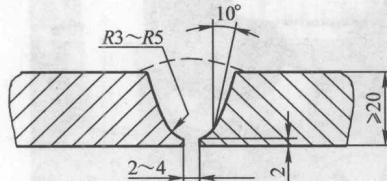

图 1-6 U形坡口
- 2) U 形坡口一般用于厚度大于 20mm 板材和重要的焊接结构，焊接变形小，如图 1-6 所示。